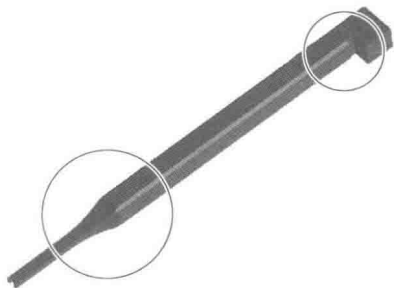

图 3-102 精密冲子
3) 机构过于精致的情形,除了重要部分要进行一些校验外,工件的外形也要遵循一些规则的,可以参考模具的一些画法。图 3-102 所示是一个冲子的外形图,尺寸过渡合理。